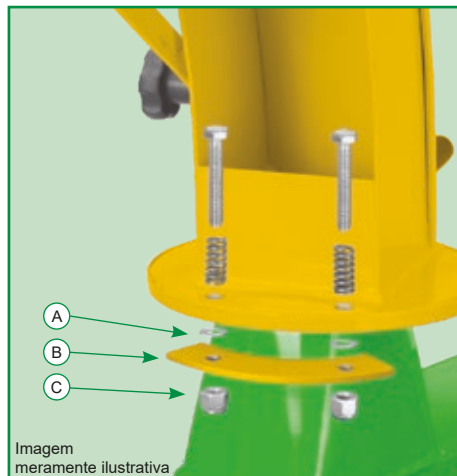

Figura 3
- ✓ Observe a sequência de montagem dos prendedores: a arruela (A) é montada por cima do prendedor (B) e fixado com a porca (C), conforme Figura 3.